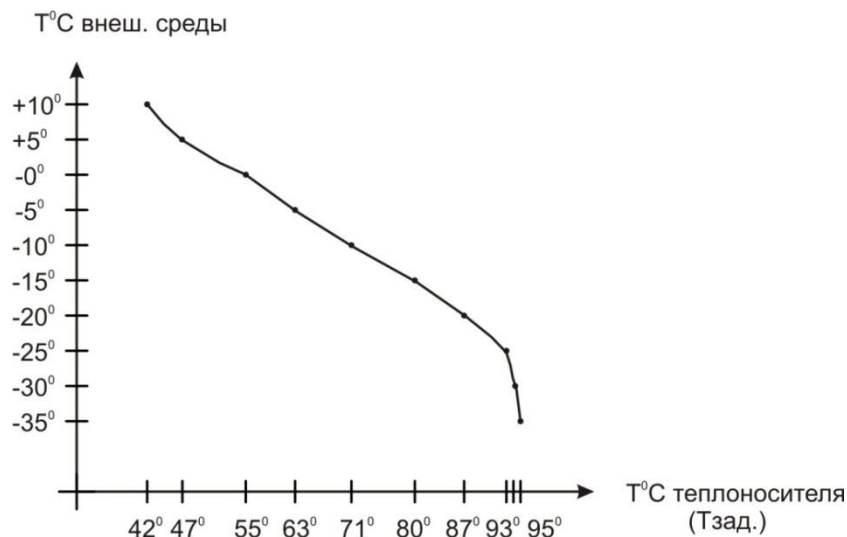

Рис. 2. Температурный график
- автоматическое задание температуры в зависимости от температуры наружного воздуха (надписи "Граф+N", "Граф-N"). При выборе режима «ГРАФИК ТЕМПЕРАТУР N» температура теплоносителя задается в зависимости от температуры наружного воздуха по графику (рис. 2), находящемуся в энергонезависимой памяти комплекта. N - смещение заданной температуры теплоносителя во всем диапазоне графика, может изменяться в обе стороны кнопками «+» или «-» в диапазоне $\pm (0 \div 9) ^\circ\text{C}$. Температура ГВС при этом постоянна и определяется значением параметра Тзгв, которую можно менять при помощи кнопок «+» или «-» .;